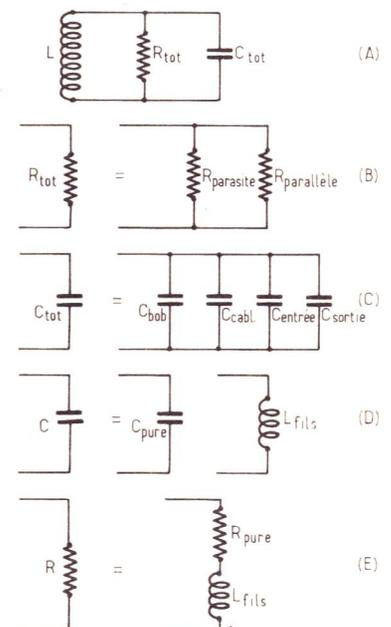

Figure 1
A noter que dans les montages parallèles LCR, chacune de ces trois grandeurs se compose d'éléments parasites tels que : pour les résistances : résistances matérielles, résistances d'entrée, résistances de sortie et souvent les deux, des transistors ou des diodes associées ou d'autres dispositifs. Pour ces capacités, celle répartie de la bobine elle-même et toute une collection de capacités telles que celle du câblage, des entrées et des sorties des semi-conducteurs (ou des « tubes ») bien sûr, s'il y en a encore, notamment le tube cathodique). En ondes courtes il y a aussi des composants  $L$  parasites dus au câblage, aux fils des résistances, des condensateurs et des semi-conducteurs (ou tubes) (voir figure 1).
Comme on peut le voir sur la figure 1 : en (A) coupe du tore dans la direction de la hauteur  $h$ , en (B) vue du tore, en (C) vue de l'une des faces du tore.